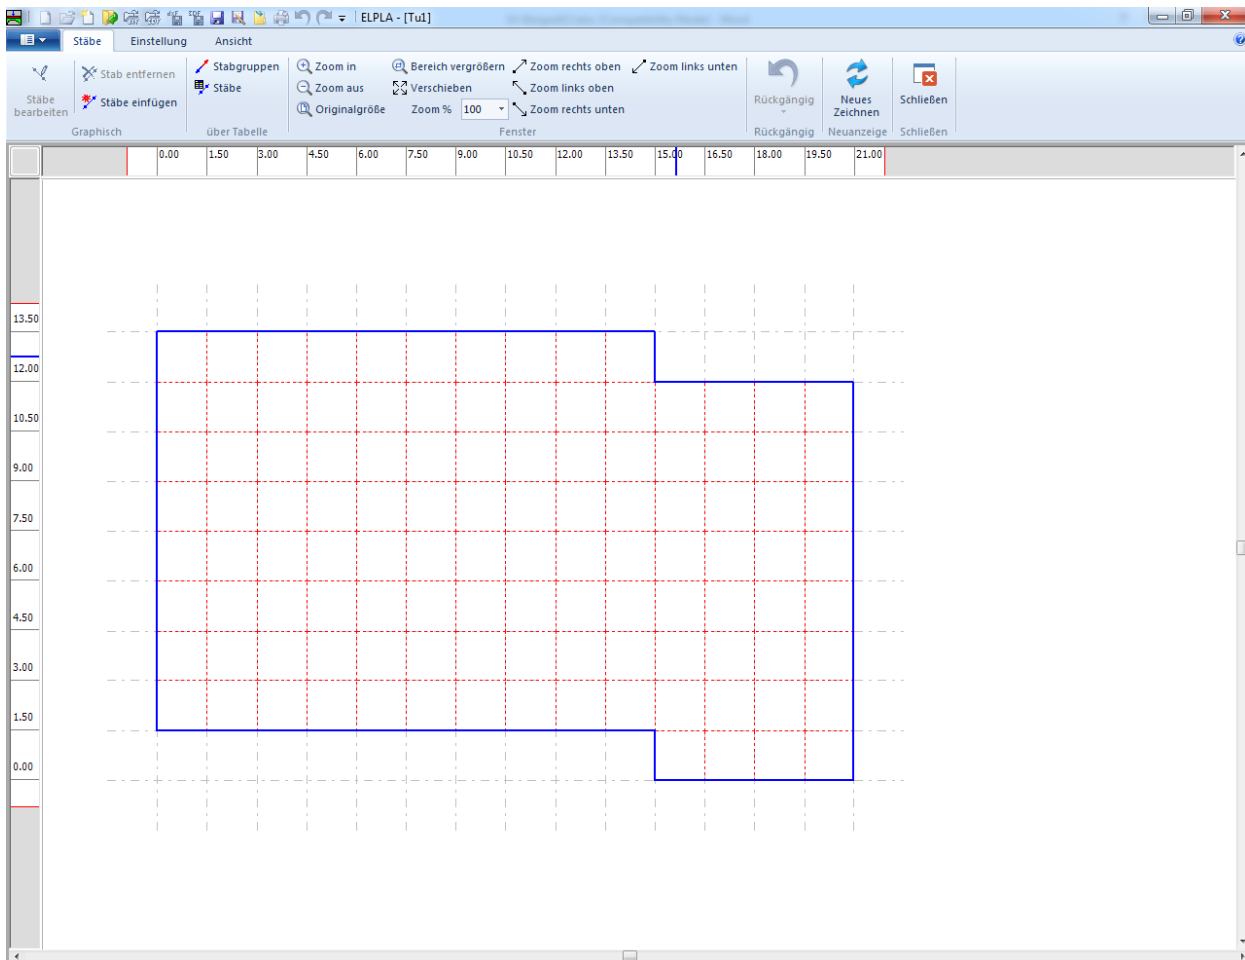
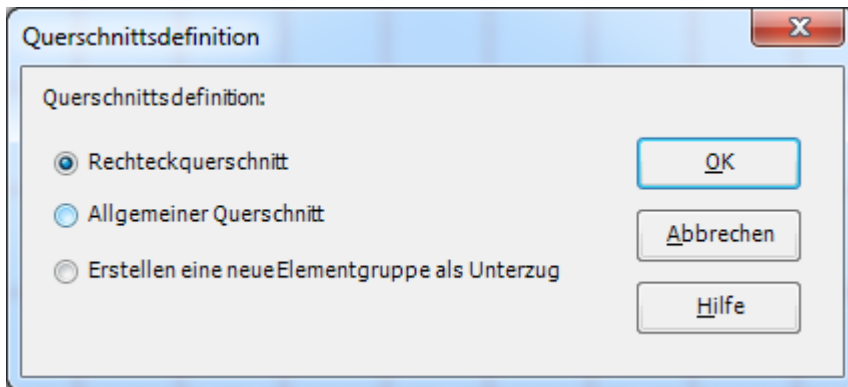
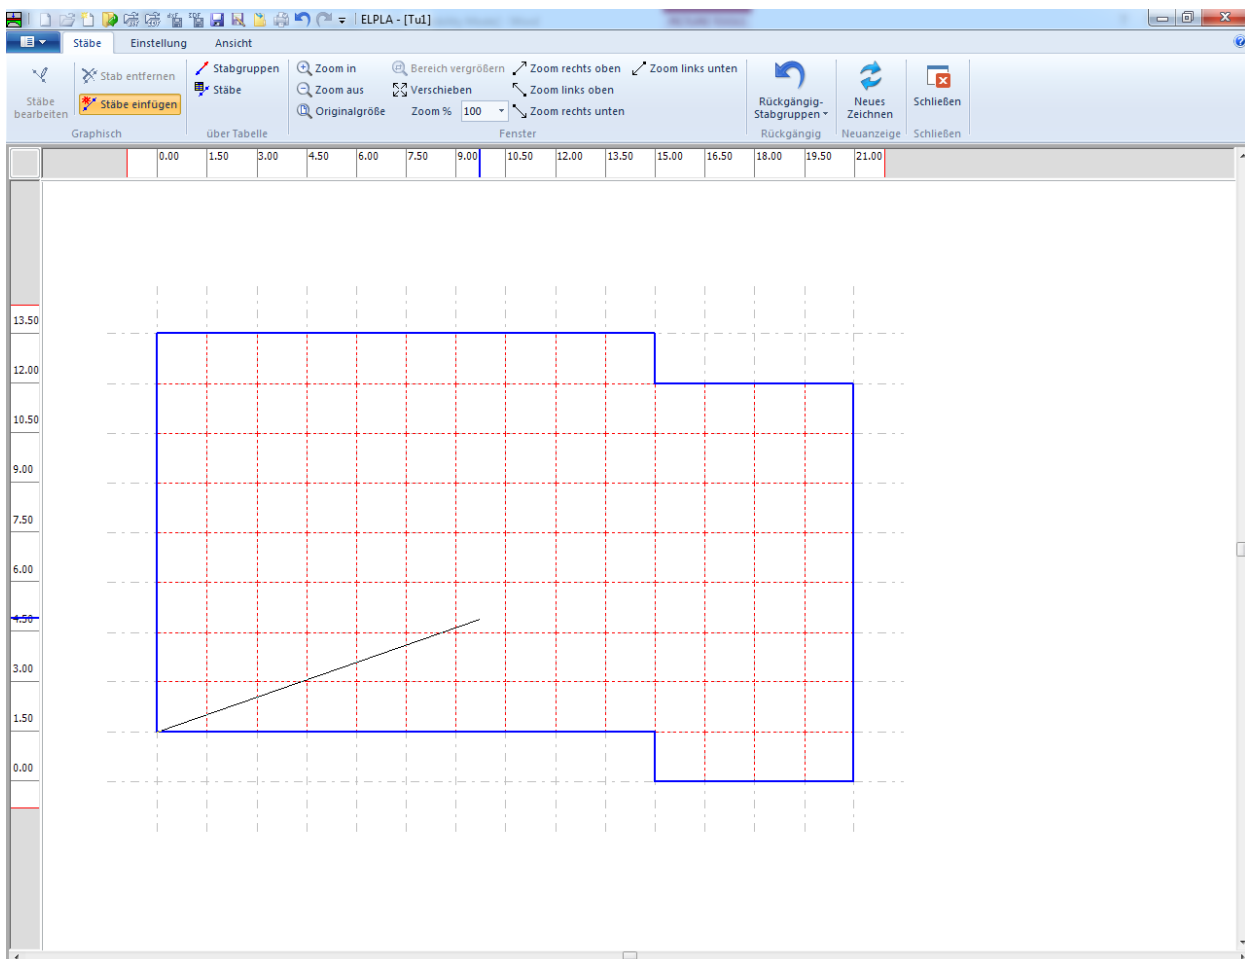
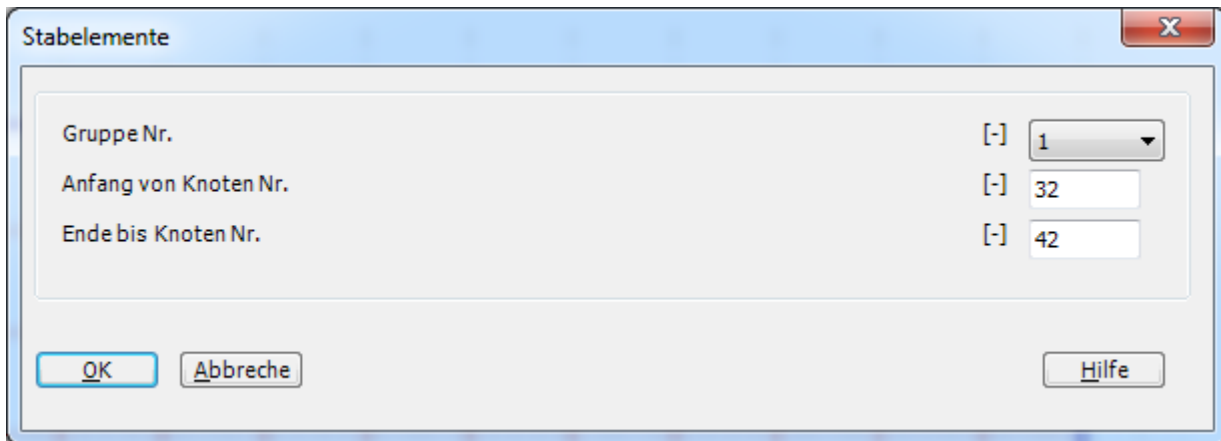

Bild 13.14 "Stäbe" Fenster
Bild 13.15 Optionsfeld "Querschnittsdefinition"
Bild 13.17 Einfügen des ersten Stabs mit der Maus
Bild 13.18 Dialogfeld "Stabelemente"
- Wählen Sie "Stäbe" aus der Registerkarte "Daten". Damit erscheint das folgende Menü im Bild 13.14
- Wählen Sie im Fenster von Bild 13.14 den Befehl "Stabgruppen" aus dem Menü "über Tabelle". Das folgende Optionsfeld im Bild 13.15 erscheint
- Wählen Sie "Stäbe einfügen" aus dem Menü "Graphisch" im Bild 13.14, der Cursor wechselt vom Pfeil zum Kreuz. Klicken Sie die linke Maustaste auf den Anfangsknoten des ersten Stabs, schleifen mit der Maus bis zum Endknoten dieses Trägers (Bild 13.17), dann klicken auf dem Endknoten. Das Dialogfeld "Stabelemente" im Bild 13.18 erscheint